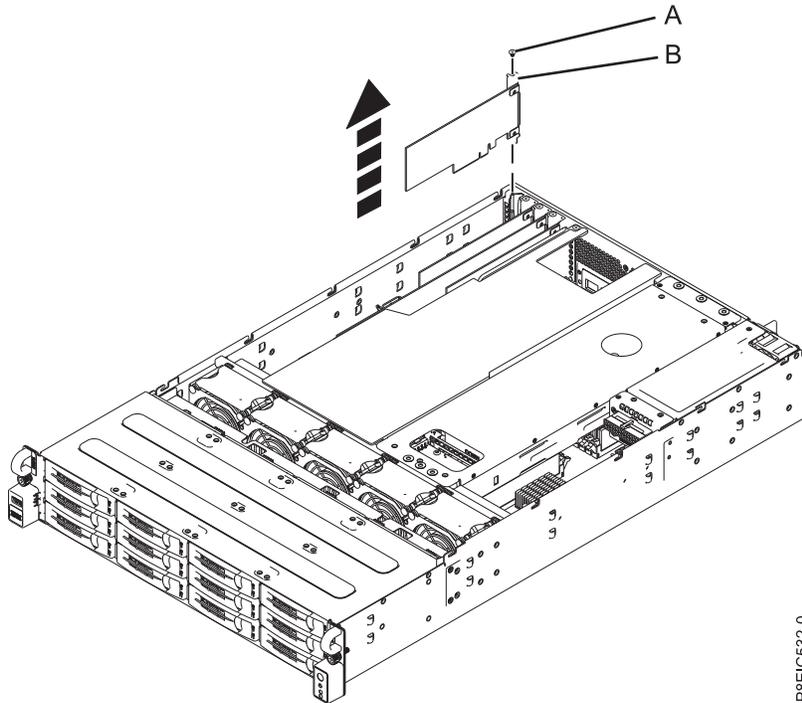

Abbildung 45. PCIe-Adapter ausbauen
- b. Lösen und entfernen Sie mithilfe eines Kreuzschlitz-Schraubendrehers die Schraube **(A)**, mit der die Karte des Superkondensatormoduls am Systemchassis im PCIe-Adaptersteckplatz 1 befestigt ist. Entfernen Sie die Karte des Superkondensatormoduls **(B)** (siehe Abb. 45 auf Seite 41).
4. Lösen und entfernen Sie mithilfe eines Kreuzschlitz-Schraubendrehers die Schraube **(A)**, mit der der PCIe-Adapter am Systemchassis befestigt ist. Bauen Sie den PCIe-Adapter **(B)** aus (siehe Abb. 45 auf Seite 41).